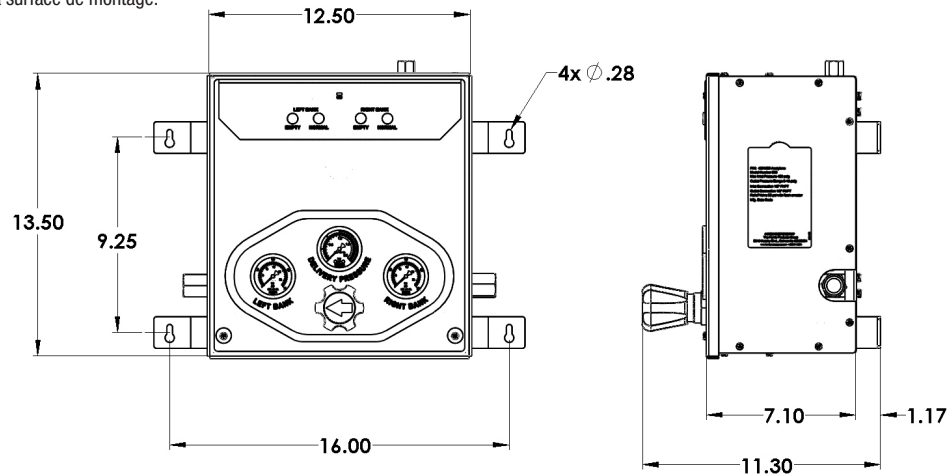

Figure 2
1. Le boîtier de contrôle doit être attaché à un mur ou à une autre structure solide de façon à ce que les raccords d'entrée du boîtier soient à environ 60 po (150 cm) du sol. Cette hauteur peut varier légèrement en fonction de la hauteur de la bouteille. Les dimensions pour le montage du boîtier de contrôle apparaissent dans la figure 2.